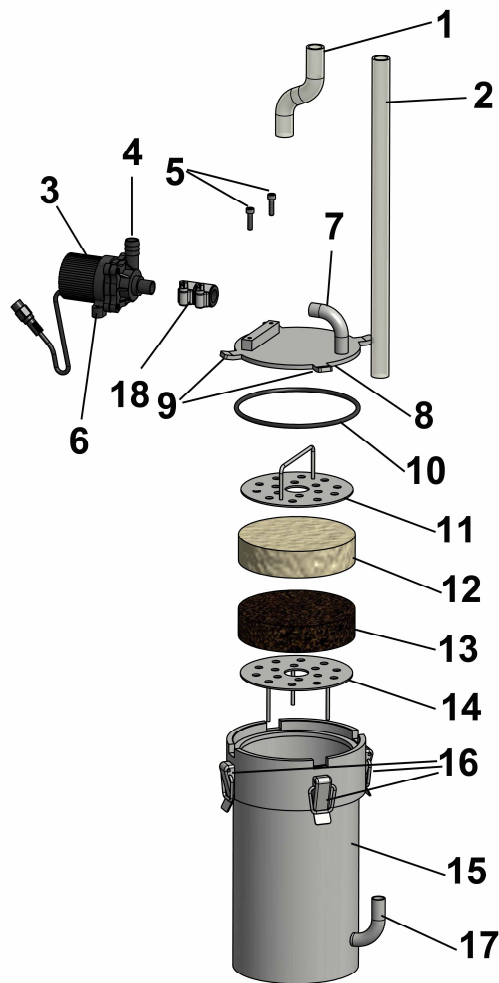

Abb. 2: Topfilter aquafresh 50
- Edelmetalltopffilter (siehe Abb. 2) inklusive Netzteil
Werden die empfohlenen Hähne nicht geschlossen, besteht Gefahr, dass sich das Aquarium komplett in den Unterschrank entleert. Deswegen ist auch beim Betrieb des Topffilters unbedingt darauf zu achten, dass die Deckeldichtung (Abb. 2, Nr. 10) korrekt eingelegt ist und der Deckel dicht schließt. Die Haltebügel der Verschlussklammern (Abb. 2, Nr. 16) müssen über den Haltetaschen des Deckels (Abb. 2, Nr. 9) liegen und die Federverschlüsse am Filtergehäuse fest angedrückt sein.